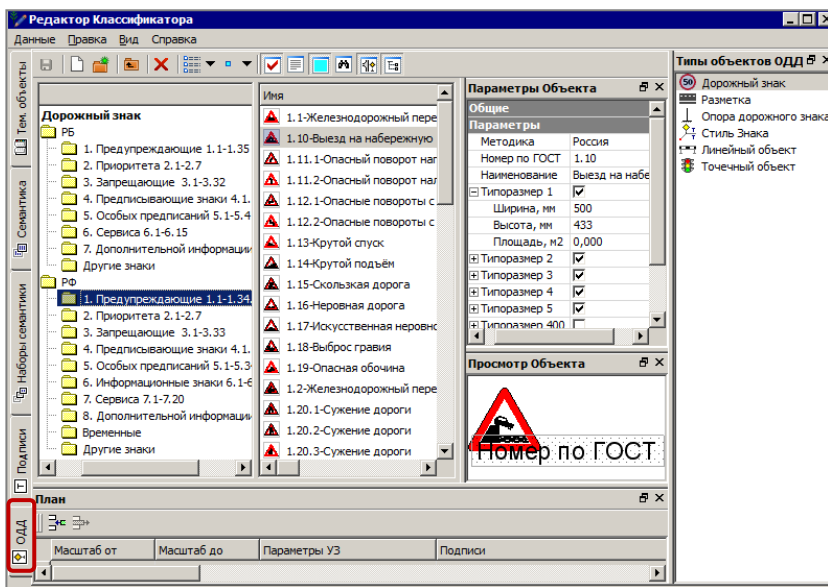

Рис. 29.4
Для разметки, дорожных знаков, ограждений и других ТСОДД разработаны специальные объекты тематического классификатора. Они размещаются на отдельной вкладке редактора  **ОДД** (рис. 29.4).
- Стиль** – один из объектов классификатора (ОК), добавленных в разделе **ОДД** (рис. 29.4), служит для ускорения ввода данных – параметров дорожного знака.